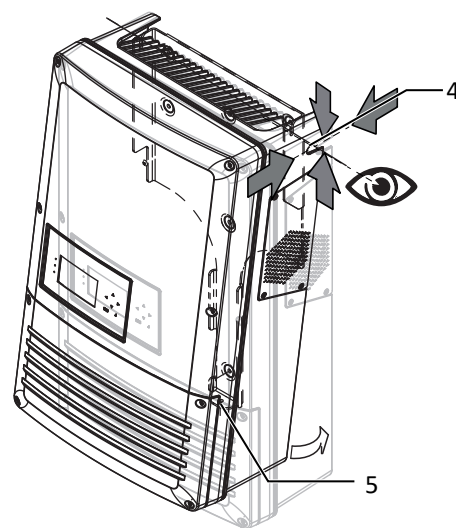

Abb. 15: Gerät in Halterung eingehängen
2. Gerät über die Gehäuseausparung auf der Geräterückseite in die Halterung eingehängen [Siehe Abbildung 15 [▶ Seite 19]